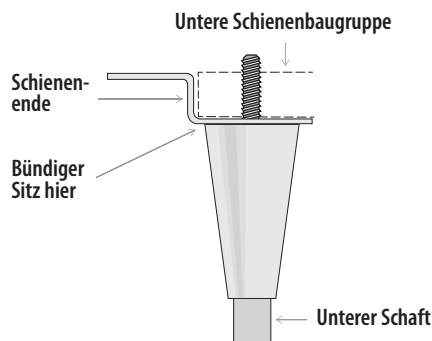
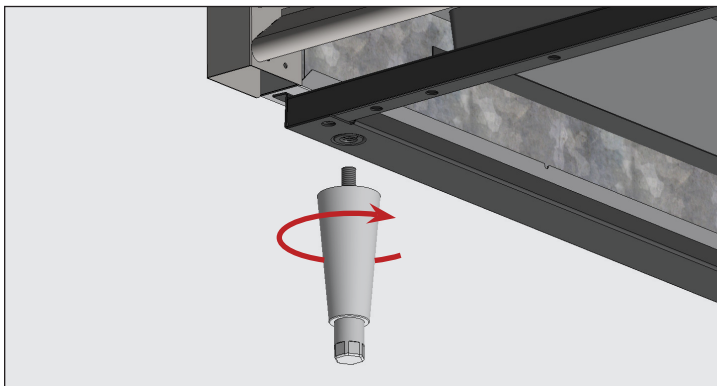
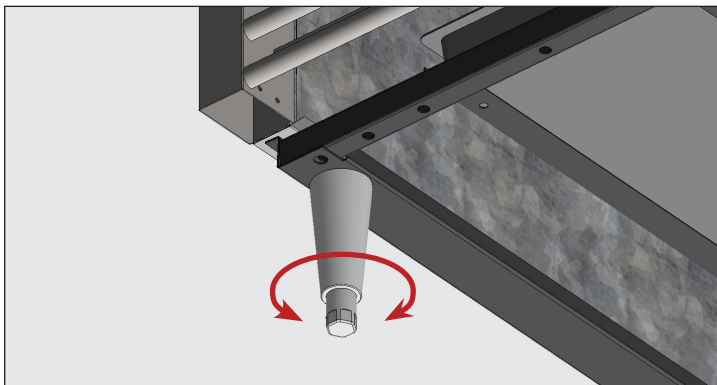

Abb. 4. Schemazeichnung eines Nivellierfußes.
Abb. 5. Schrauben Sie die Nivellierfüße in die Gewindebohrungen.
Abb. 6. Drehen Sie zum Nivellieren des Geräts den unteren Schaft.
3. Schrauben Sie die Nivellierfüße in die Rahmenschiene oder den Geräteboden. Siehe Abb. 4 und Abb. 5.
5. Falls das Gerät nicht waagrecht ist, heben das untere Ende des Geräts vorsichtig anheben und abstützen. Dann den unteren Schaft des Nivellierfußes mit einem verstellbaren Schraubenschlüssel hinein- oder herausdrehen und das Gerät so nivellieren und stützen. Siehe Abb. 4 und Abb. 6.